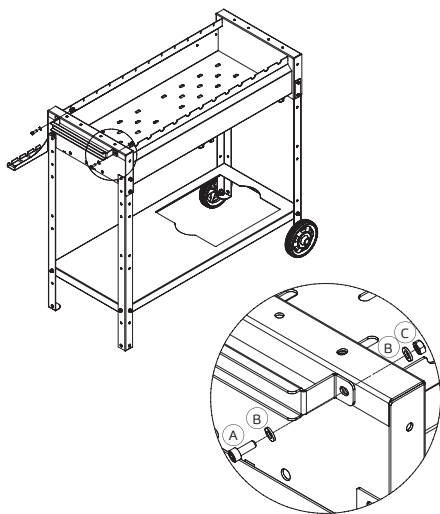

Рис. 18.
- Прикрутить с помощью ключей (К) ручку мангала (поз. 17) как показано на рис. 18/19.